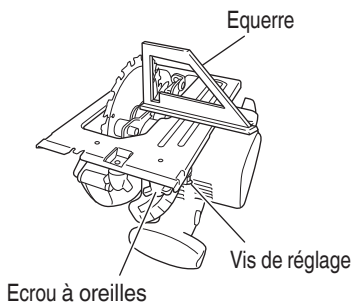

Fig. 18
- (1) Retourner l'outil socle vers le haut (Fig. 18) et desserrer l'écrou à oreilles.